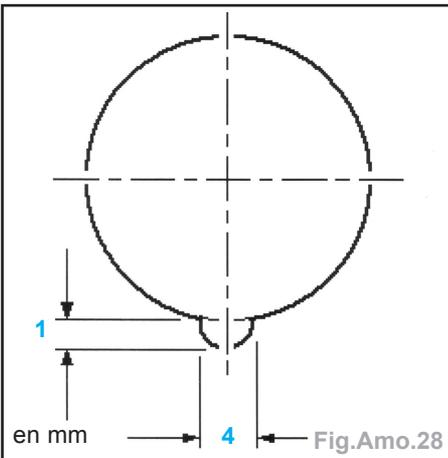

Fig.Amo.28
- A l'aide d'une lime ronde, tailler des rainures de positionnement des caches de capteur d'aide au stationnement dans le revêtement de pare-chocs comme indiqué (+ 0,5 mm, - 0,0 mm) (Fig.Amo.28).